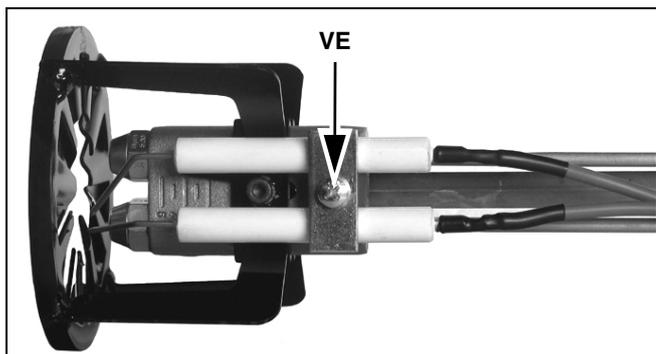
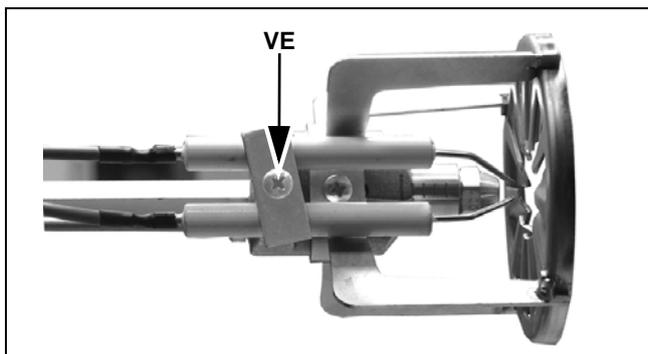

Fig. 47 - Bruciatori bistadio
Fig. 48 - Bruciatori monostadio
- Svitare la vite **VE** e smontare gli elettrodi dal supporto (Fig. 47 - Fig. 48).